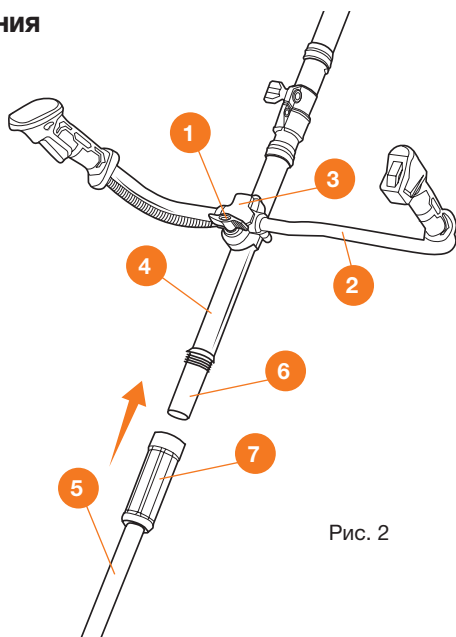

Рис. 2
- Открутите винт **1** кронштейна крепления рукояток и откройте крышку **3** (Рис. 2).
- Отрегулируйте положение рукояток **2** для удобного рабочего положения и затяните винт крепления **1** (Рис. 2).
- Соедините верхнюю часть штанги **4** с нижней **5** сопоставив направляющие **6** (Рис. 2).
- Зафиксируйте собранную штангу с помощью крепления **7**, закрутив его по часовой стрелке (Рис. 2).